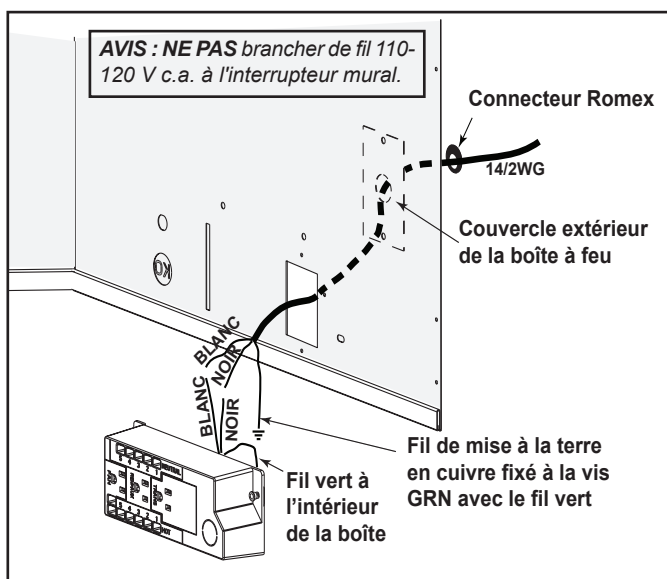

Figure 8.1 Détails d'une boîte de jonction générique montrés
- Enlevez la vis retenant la boîte de jonction/le réceptacle à l'enveloppe extérieure, tournez la boîte de jonction pour la dégager de l'enveloppe extérieure. Voir la figure 8.1.
- Introduisez les fils électriques depuis l'extérieur de l'appareil par cette ouverture, jusqu'au compartiment de vanne, et fixez avec un connecteur Romex. Voir la figure 8.1.